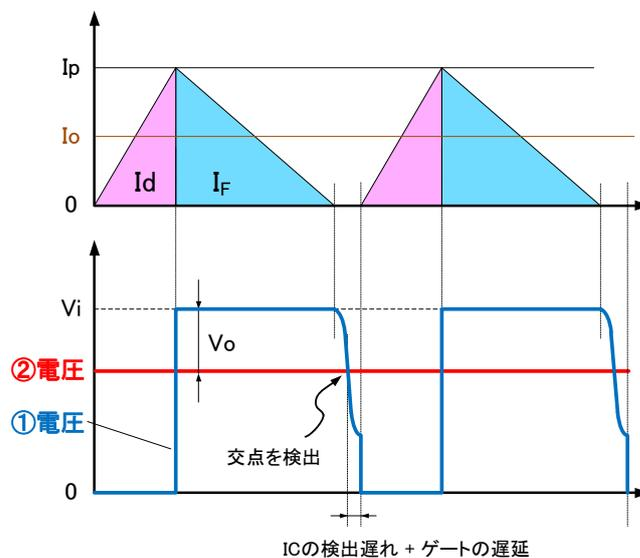

図2 臨界型降圧チョップにおけるMOSFETとダイオードの電流波形およびチョーク両端の電圧波形
MV1011SCは臨界型降圧チョップ方式の制御ICであり、回路構成は図1、MOSFETおよびダイオードに流れる電流波形はそれぞれ図2の I_d, I_F となります。一般的な臨界型降圧チョップ回路は I_F がゼロになってからMOSFETがオンするため、ダイオードのリカバリ電流がほとんどなく、PWM型回路に比べて低損失・低ノイズになります。その一方では、出力電流(LED電流)の変化にともない発振周波数が大きく変化し、調光特性・効率が悪化するのが欠点です。
MV1011SCは、電圧変換された I_d を電流検出端子(CS端子)で検出し、CS基準電圧に達するとMOSFETをオフします(ピーク電流検出)。また、ダイオード電流 I_F がゼロになり S_{vout} 電圧が S_{vin} 電圧を下回ったことを検出(ゼロ電流検出)し、MOSFETをオンさせて臨界制御を行います。チョーク両端の電圧(図2の①と②)を抵抗分圧し S_{vin} 端子・ S_{vout} 端子に入力することで、補助巻線なしで臨界動作を実現できます。さらに、オフ時間変調機能により、調光時の周波数上昇を抑制することができ、深調光時にも安定した効率・調光特性を得ることができます。(P.20 5項【調光特性について】参照)